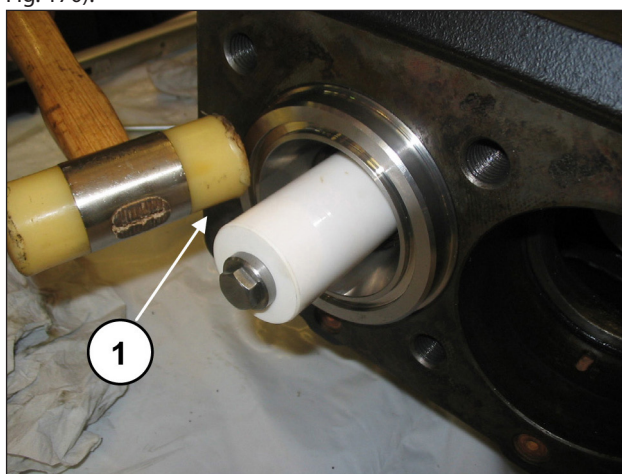
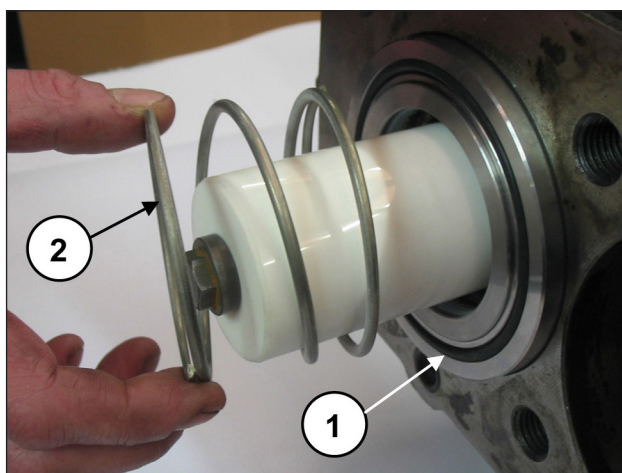

Fig. 169
Fig. 170
Assicurarsi che il blocco camicia-supporto arrivi a posizionarsi correttamente fino a fondo sede (pos. ①, Fig. 169); montare ora l'O-Ring frontale della camicia e la molla (pos. ①②, Fig. 170).